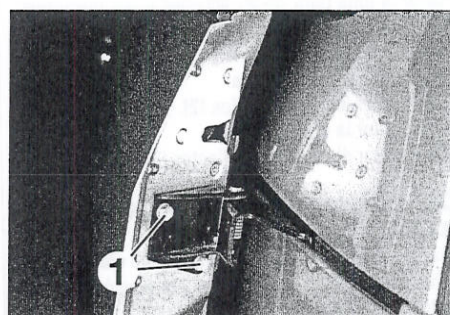

FIGURA 11-10
- Desmontar los dos tornillos de fijación (1) de la guía trasera de la puerta (figura 11-10).